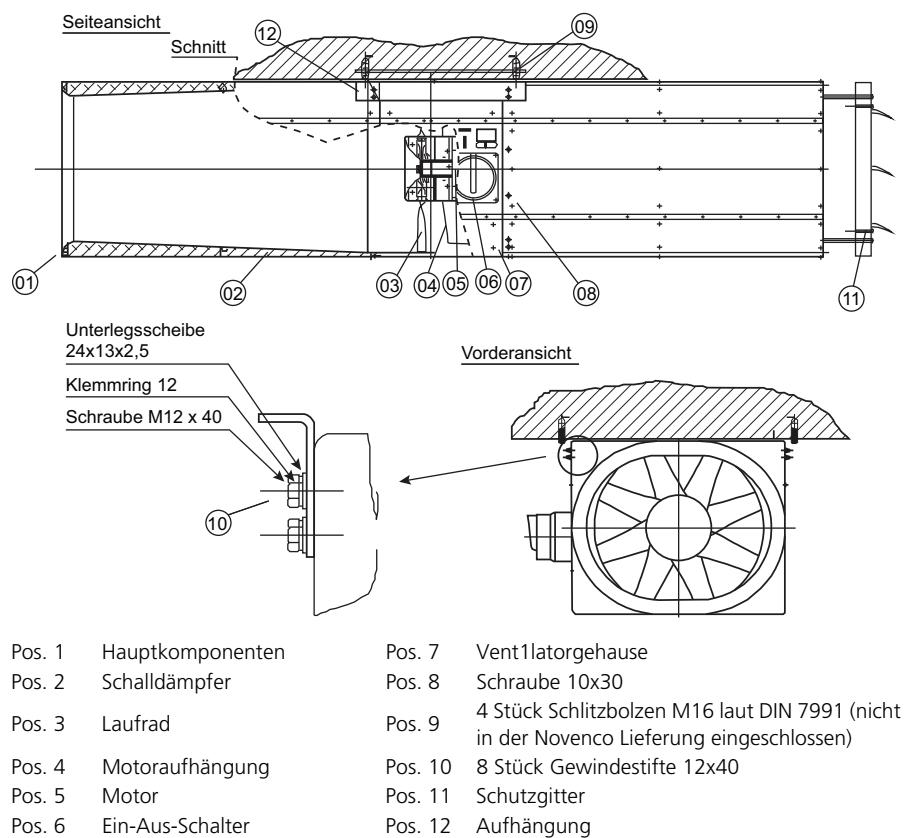

Abb. 1. Hauptkomponenten für Tunnelventilatoren Typ AUC/ARC
Den Ventilator an die Montageplatte montieren, wie in Abb. 1 gezeigt.
- 2 8 Stück Bolzen Abb. 1, Pos. 10 losmachen, und den Tunnelventilator von der Decke herunternehmen.
- 3 Satzschrauben Abb. 1, Pos. 08 losmachen, und die Schalldämpfer Pos. 02 demontieren.
- 7 Das Laufrad Abb. 1, Pos. 03 mittels eines Abziehers, der in den beiden Gewindelöchern des Nabenkerns zu befestigen ist, abbauen.
- 2 Das Laufrad Abb. 1, Pos. 03 auf der Motorwelle mittels einer Schraube, die im Gewindeloch der Motorwelle zu befestigen ist, montieren. Die Nabe des Laufrades bis zum Anschlag gegen den Flansch der Motorwelle anspannen. Prüfen ob der Schaufel spitzenspielraum im ganzen Umkreis gleich groß ist. Andernfalls die Motorposition in der Aufhängung ändern.
- 5 Die Schalldämpfer Abb. 1, Pos. 02 am Ventilatorgehäuse mittels der Satzschrauben Pos. 08 montieren. Drehmoment für Schrauben und Bolzen Pos. 08, Abb. 1 M10: 30 Nm  $\pm 10\%$ .
- 6 Den Ventilator an die Montageplatte mittels der 8 Bolzen Abb. 1, Pos. 10 montieren. Drehmoment für Schrauben und Bolzen, Pos. 10, Abb. 1. M12: 50 Nm  $\pm 10\%$ .
- 7 Schließlich das Motorkabel verbinden Abb. 1, Pos. 06.